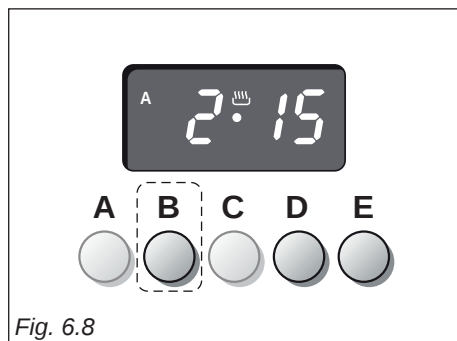

Fig. 6.8
1. Déterminer le temps de durée de la cuisson en pressant le poussoir "B" et le poussoir "E" pour avancer, ou "D" pour revenir si le temps désiré a été dépassé (fig. 6.8). La lettre A et le symbole  s'allumeront.